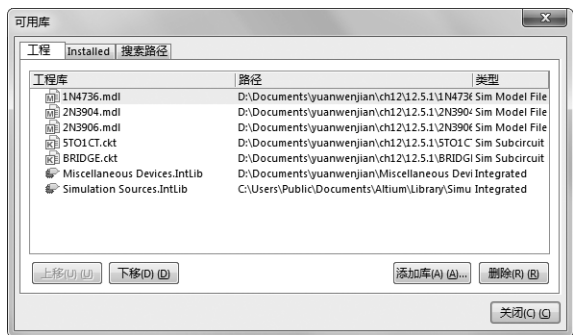

图 12-19 添加仿真元件库
- (1) 在“库”面板中单击 按钮，系统将弹出“可用库”对话框。在该对话框中单击 按钮，添加“Simulation Source. IntLib”文件，如图 12-19 所示。